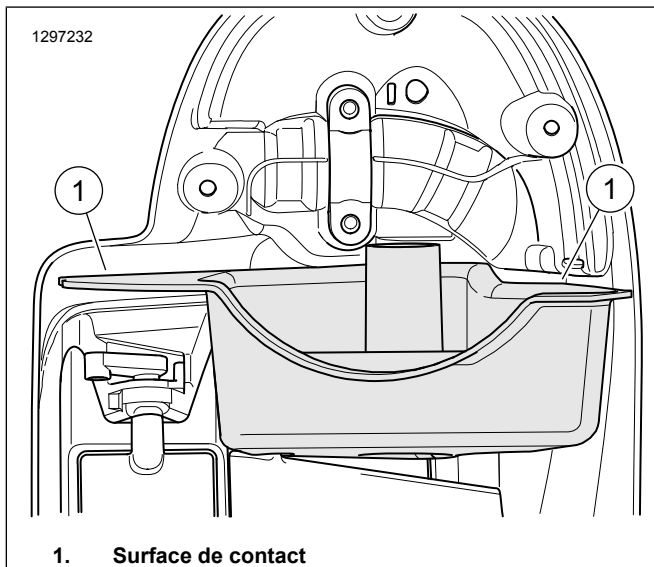

Figure 5. Surface de contact de joint du carénage inférieur
6. Voir la figure 5. Nettoyez la surface de montage du joint avec un mélange composé de 50 à 70 % d'alcool isopropylique et de 30 à 50 % d'eau distillée.